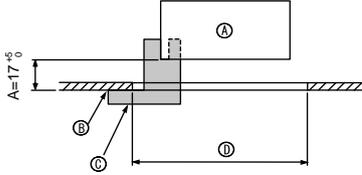
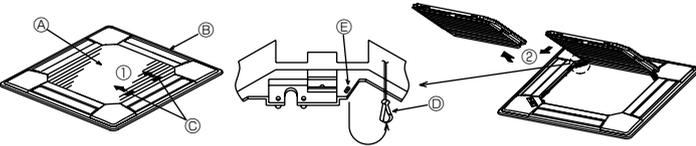

Fig. 5-2
Fig. 5-3
①	Izgara	1	950 x 950 (mm)
②	Mahpus rondelalı vida	4	M5 x 0,8 x 25
③	Geyç	1	(dört bölmeli)
④	Tespit parçası	3
⑤	Vida	4	4 x 8
⑥	Vida	1	4 x 12
⑦	i-see sensor köşe paneli	1	PLP-6BAE için
5.2. Izgarayı takma hazırlığı (Fig. 5-2)
- Bu kit ile birlikte verilen geyci ③ kullanarak ünitenin tavana göre konumunu ayarlayınız ve kontrol ediniz. Eğer ünite tavana göre doğru yerleştirilmezse hava geçirebilir veya kondansasyon birikmesine imkân verebilir.
- ④ Ana ünite
⑤ Tavan
⑥ Geyç ③ (ünite içine sokulu)
⑦ Tavan deliğinin boyutları
5.2.1. Hava giriş izgarasının çıkarılması (Fig. 5-3)
- Hava giriş izgarasını açmak için kolları okla ① gösterilen yönde itiniz.
- Hava giriş izgarası "açık" durumdayken hava giriş izgarasının menteşesini okla ② gösterilen şekilde izgaradan ayırın.
[Fig.5-3, 5-4]